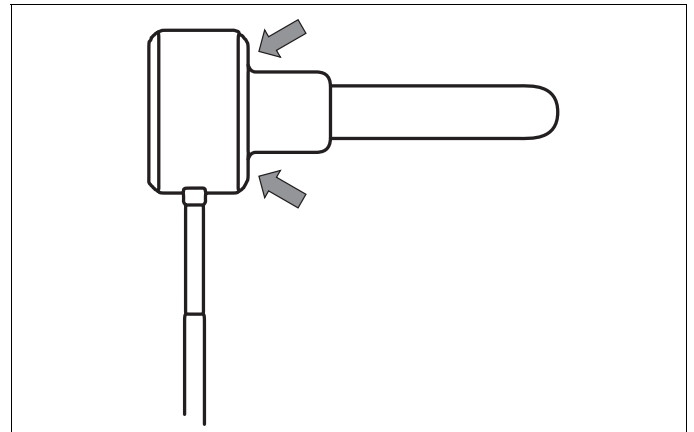

Abb. 905 Dichtfläche Abgastemperatursensor
- Dichtfläche muss schmutzfrei sein (siehe Abb. 905).